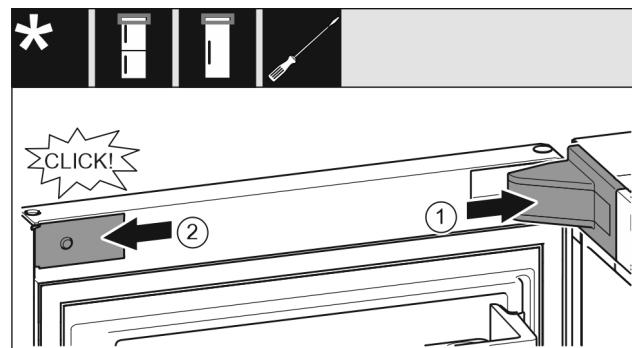

Fig. 34
- Nasadte kryt ložiskovej konzoly a zaistite, príp. opatrne roztačte. Fig. 34 (1)
- Zboku nasadte a zaistite kryt. Fig. 34 (2)